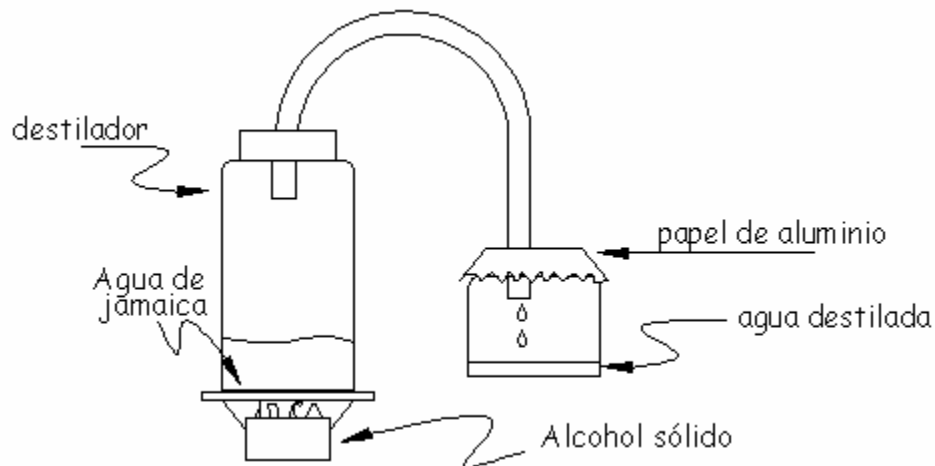

Figura 3
4. Perfora un hueco pequeño (de aproximadamente 1 cm de diámetro) en el centro del cuadrado de papel de aluminio, y haz pasar a través de éste el extremo libre de la manguera. Cubre la boca del frasco de alimento para bebé con el papel de aluminio, cuidando que el extremo de la manguera quede dentro del frasco; el papel es para cubrirlo para que el vapor no se escape (Figura 3). **No cierres el frasco**, pues no se debe calentar un sistema cerrado porque debido a la presión que se genera adentro podría explotar. (Esto puede suceder en las ollas de presión; por eso se les pone una válvula de escape.)